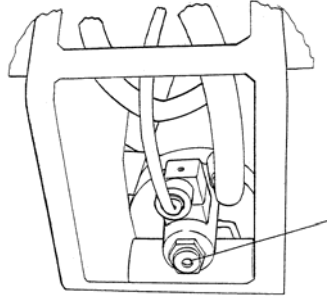

Fig.14
Hou het knopje op de achterkant van de cilinders ingedrukt met behulp van bv. inbussleutel 4 (ref.1 fig.14). Als deze op een van de cilinders wordt ingedrukt dan zal deze dalen. Let op dat beide kanten gelijkmatig dalen.